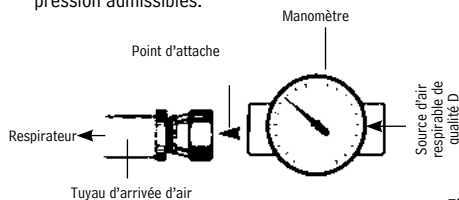

Figure 15
3. Réglez la pression de l'air au point d'attache en fonction de la plage de pression approuvée (cf. la figure 15). Consultez la table des pressions (page 8) pour connaître les intervalles de pression admissibles.